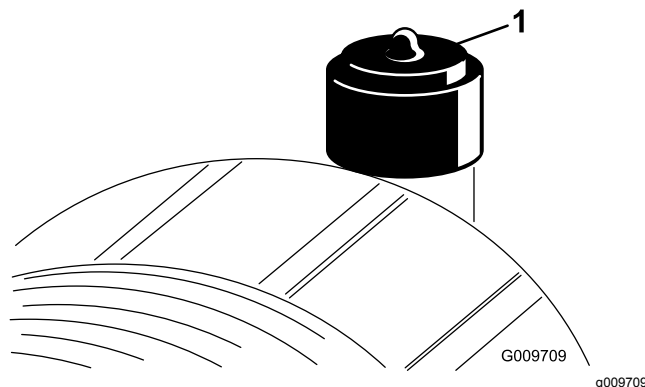

Figure 46
Faites l'entretien du filtre à air uniquement quand l'indicateur de colmatage (Figure 46) indique que cela est nécessaire. Changer le filtre à air prématurément ne fait qu'accroître le risque de contamination du moteur par des impuretés quand le filtre est déposé.
9. Réarmez l'indicateur de colmatage (Figure 46) s'il est rouge.